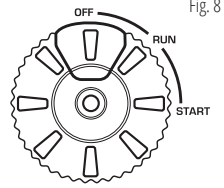

Fig. 8
3. Rode o botão do interruptor multifunções para a posição OFF (ver Fig. 8), ou coloque o ENGINE SWITCH na posição OFF (dependendo do seu modelo).